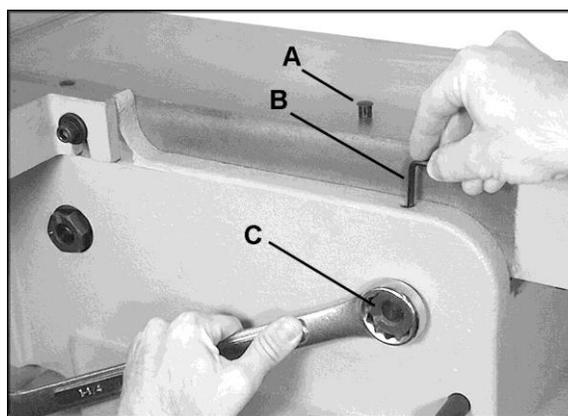

Figure 22
- Chaque table est munie de quatre dispositifs de réglage de came, deux à l'avant et deux à l'arrière. (C₁, La figure 22 en illustre un cas).
- Sur la partie de la table où vous devez effectuer le réglage, sortez la vis (A, Figure 22) du trou.
- Il existe deux vis de réglage dans le trou. Insérez une clé hexagonale de 4 mm (B, Figure 22) dans le trou et desserrez la vis de réglage supérieure en tournant la clé hexagonale dans le sens antihoraire. Sortez la vis de réglage supérieure du trou.
- Tournez l'écrou hexagonal (C₁, Figure 22) à l'aide d'une clé de 1-1/4". **Ce réglage est délicat et doit s'effectuer par légers incréments.**
REMARQUE : Le sens de rotation des écrous hexagonaux gauche et droit est différent ; l'écrou droit (C₁) de la Figure 22 est tourné dans le sens horaire pour soulever cette partie de la table ou antihoraire pour l'abaisser. L'écrou hexagonal gauche (C₂) illustré sur la Figure 22 est tourné dans le sens contraire.
- Lorsque le réglage est satisfaisant et que les tables sont coplanaires, serrez la vis de réglage inférieure à l'aide la clé hexagonale (B, Figure 22).
- Insérez à nouveau le chapeau (A, Figure 22) pour maintenir la poussière et les débris hors du trou.